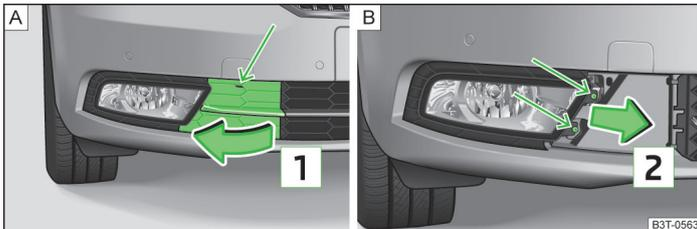

Abb. 208 Vorderer Stoßfänger: Schutzgitter / Nebelscheinwerfer ausbauen
- Das Schutzgitter im Pfeilbereich » Abb. 208 - **A** mithilfe des Bügels zum Abziehen der Radvollblenden » Seite 230, *Bordwerkzeug* lösen.
- Den Nebelscheinwerfer » Abb. 208 - **B** mit dem Schraubendreher aus dem Bordwerkzeug abschrauben.
- Bei erneutem Einbau den Nebelscheinwerfer entgegen der Pfeilrichtung **2** einsetzen » Abb. 208 - **B** und festschrauben.